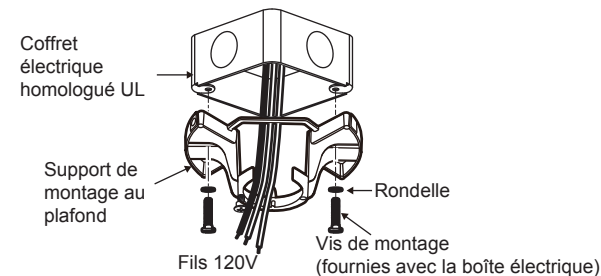

Fig. 6
Étape 3. Faites passer les fils 120 V d'alimentation de la boîte à prises du plafond par le centre du support de montage au plafond. (Fig. 6)
Étape 4. Fixez le support de montage au plafond à la boîte à prises en utilisant les vis et les rondelles fournies avec la boîte à prises. (Fig. 6)